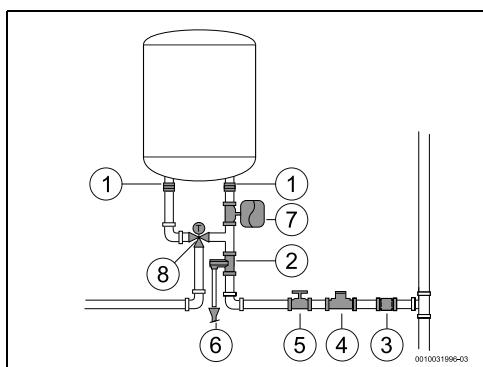

Fig. 10 Conexión de agua
- Cerrar la válvula de cierre de agua (→ fig. 10, [5]).
- ▶ En caso de usar tubos PEX, instalar una regulación termos-tática (fig. 10, [8]) en la tubería de salida del aparato. Ajustarla para cumplir con el rendimiento del material usado.
- instalar una válvula de reducción de presión (Fig. 10, [4]). La válvula de seguridad se activará siempre que la presión del agua en el aparato sea superior a 8 bar ($\pm 0,5$ bar), en este caso deberá existir la posibilidad de desviar el agua.
- instalar un vaso de expansión (Fig. 10, [7]) para evitar que la válvula de seguridad se abra con tanta frecuencia. El volumen del vaso de expansión debe ser equivalente al 5% del volumen del dispositivo.